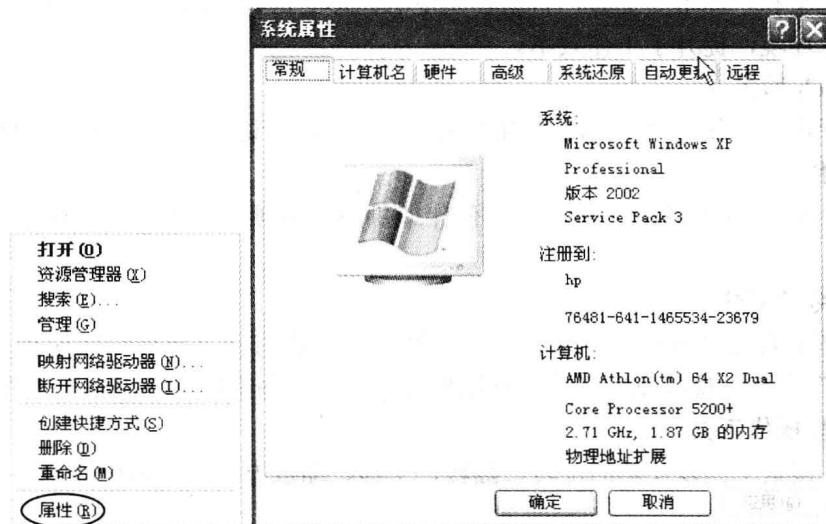

图 1-1 “系统属性”对话框
① 添加用户变量。在桌面上右击“我的电脑”，在弹出的快捷菜单中选择“属性”命令，即可打开“系统属性”对话框，如图 1-1 所示。